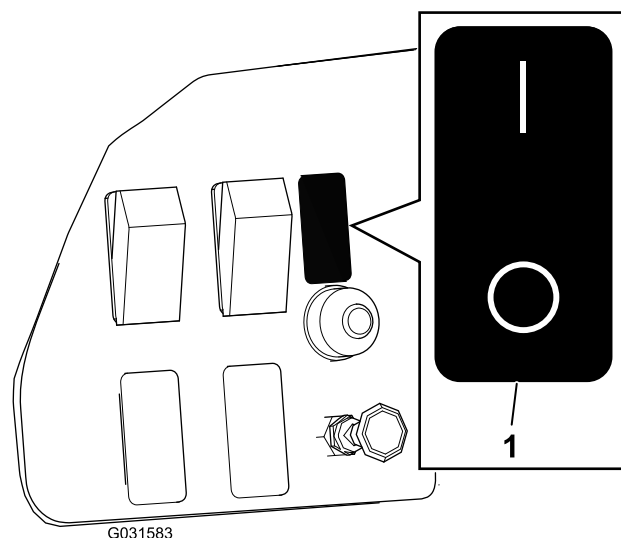

Bild 3
4. Bringen Sie den Aufkleber auf dem Armaturenbrett neben dem Schalter an (Bild 3).